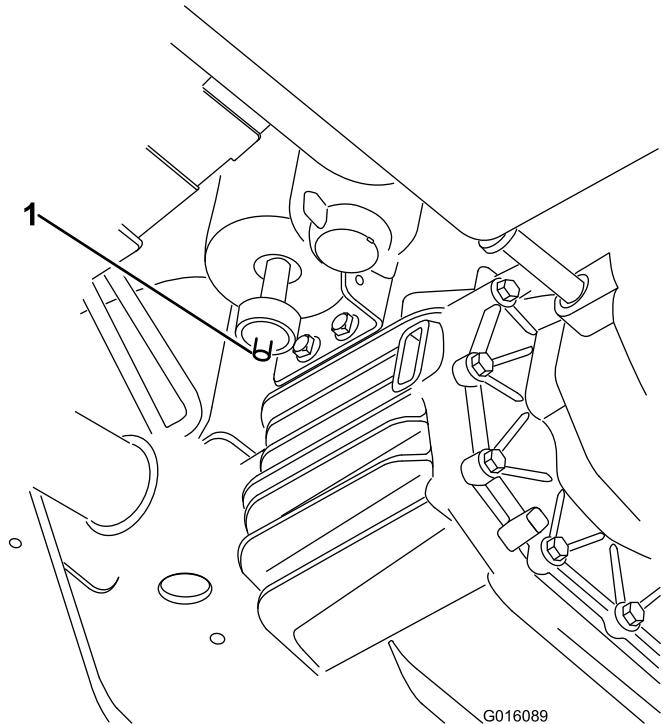

Figura 45
1. Localice el filtro de aire en la parte inferior del cartucho de carbón (Figura 45).